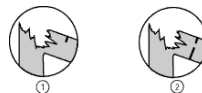

Figure 17 : Abattage d'un arbre éclaté ou partiellement cassé à hauteur d'homme
- Il ne faut jamais couper au niveau de la cassure, car l'éclatement des fibres peut provoquer des rebonds de la scie à chaîne ou son coincement. Il faut toujours tronçonner au-delà de la partie éclatée dans le bois sain (Figure 17).
- Faire un premier trait de scie dans la partie supérieure du fût du côté des fibres comprimées du bois (1).
- Le trait de scie d'abattage se fait de bas en haut (2).